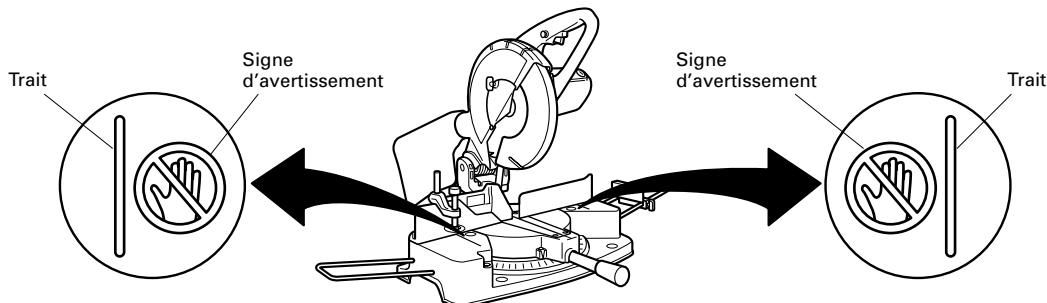

Fig. 14
- * Ne jamais amener les membres à l'intérieur de la ligne à côté du signe d'avertissement pendant que l'outil fonctionne. Cela pourrait être dangereux (voir Fig. 14.)